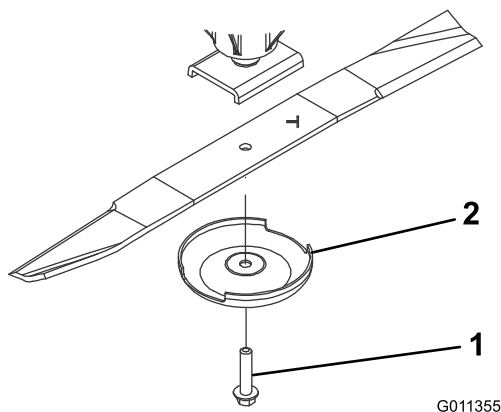

Figura 65
- Afferrare l'estremità della lama con un cencio o un guanto bene imbottito. Togliere il bullone, la coppa antistrappo e la lama dall'asse del fusello (Figura 65).
- Montare la lama con la costa rivolta verso il piatto di taglio, servendosi della coppa antistrappo e del bullone della lama (Figura 65). Serrare il bullone della lama a un valore compreso tra 115 e 149 N·m.
Se continuate ad usare la lama usurata, si forma una scanalatura tra la costa e la sezione piana della lama (Figura 65). Alla fine, un pezzo di lama può staccarsi e venire lanciato dal sottoscocca, con il rischio di ferire gravemente voi o gli astanti.